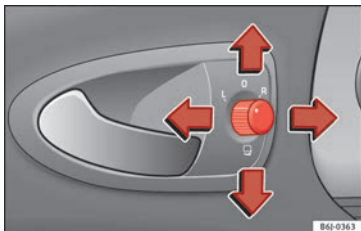

Bild 131 Reglage för sidobackspeglar
1. Vrid vredet » » » **bild 131** till läget L (vänster sidospegel).
- Vrid reglaget » » » **bild 131** till läge  för att fälla in sidospeglarna. Sidospeglarna ska alltid fällas in om du kör igenom en automatisk biltvätt. På så sätt förhindrar du skador på dem.